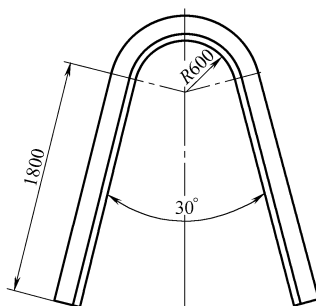

图 2-5
5. 图 2-5 所示工件为用 $80\text{mm} \times 80\text{mm} \times 8\text{mm}$ 角钢弯制，计算其展开长度和质量（角钢单位长度质量为 9.65kg/m ）。